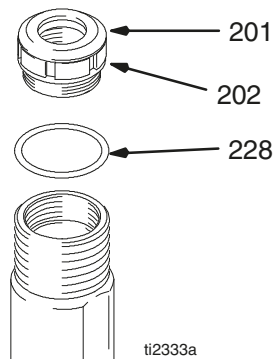

Fig. 13
Fig. 13. Montera tätningen (201) in i tätningsmuttern (202). Montera distansen för halsjustering (228) på tätningsmuttern. Montera tätningsmuttern löst i cylindern.